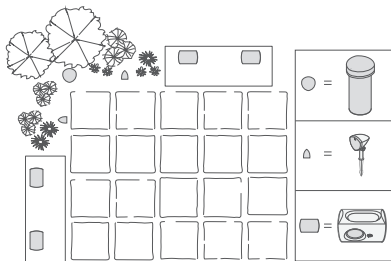

图 3
- 结合 Definitive Technology AW 系列屋檐下户外扬声器使用 (见图 3)